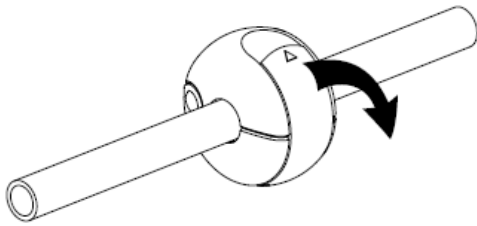

Fig. 5a
- Tirez le levier pour ouvrir la butée de blocage (1). (voir Fig.5a)